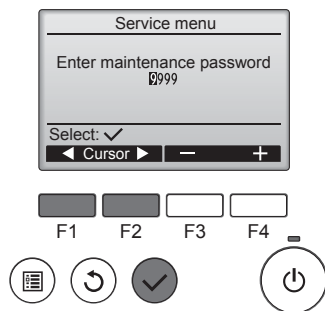

Fig. 5-2
- После выбора Сервисного меню появится окно ввода пароля. (Fig. 5-2)